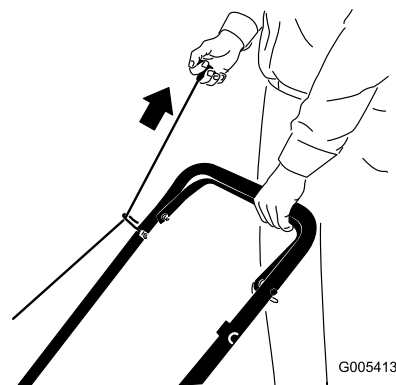
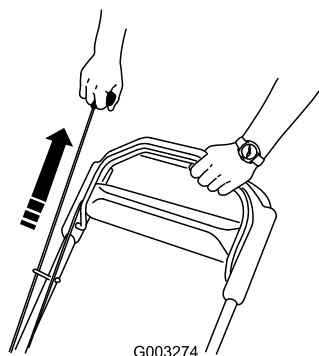

Figura 17
Figura 18
4. Tire del arrancador de retroceso (Figura 17) o (Figura 18).